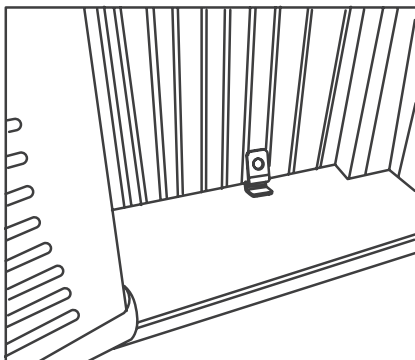
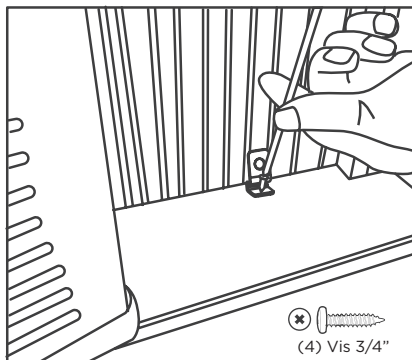

Fig.7
Fig.8
4. Placez le verrou du cadre entre les extensions du cadre et le rebord de la fenêtre comme indiqué (Fig.7). Enfoncez des vis de blocage de 3/4 po (19 mm) dans le verrou du cadre et dans le rebord de la fenêtre (Fig.8).